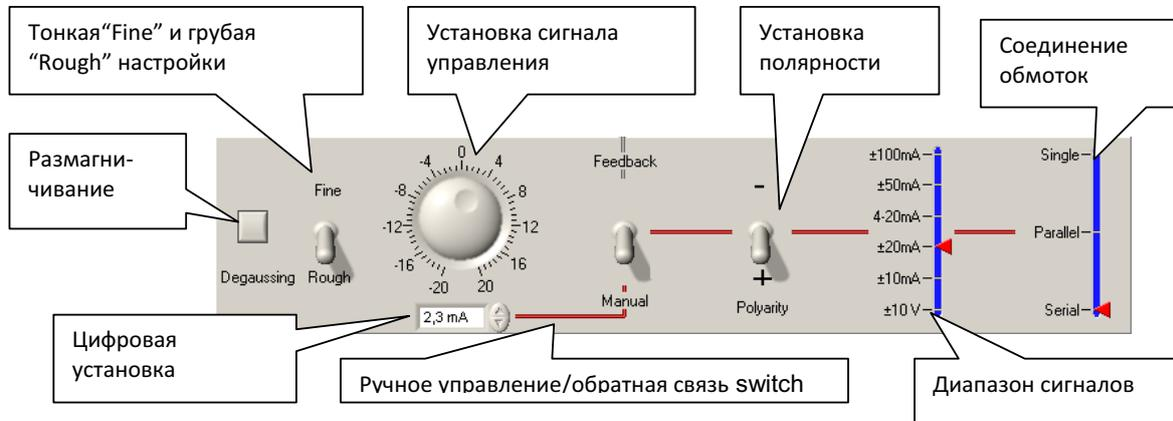

Рис. 23. Панель управления клапаном.
3. Сигналы управления, Degaussing Button, грубая/тонкая настройки, обратная связь/ ручное управление, полярность, диапазон сигналов и соединение обмоток (Рис. 23).
4. Установите переключатель Ручное управление/обратная связь на Manual и задайте соответствующие полярность, диапазон сигналов управления и способ соединения обмоток сервоклапана (Рис. 23). Для сервоклапанов с встроенной электроникой соединение обмоток должно быть установлено на Parallel.
13. Регулятором сигналов управления (Рис. 23) задайте сигнал управления. Датчики (Рис. 24, Рис. 25) станут показывать реакцию клапана на сигнал. Вы увидите, как перемещается золотник (Рис. 25), если клапан оснащён датчиком положения золотника.
14. Для повышения точности управления переключатель настройки можно перевести в положение "Fine" (Рис. 23).
15. Клавиша "Degaussing" (Рис. 23) служит для запуска и прекращения процесса размагничивания для замера ухода смещения нуля. Регулятором сигналов управления задаётся амплитуда сигнала размагничивания.
16. Переведите переключатель из "Manual" в "Feedback" (Рис. 23), если хотите знать ток смещения нуля. Специальная электроника попытается отследить эту величину, т. е. сигнал управления, при котором перепад давления между полостями равен нулю. Ток смещения нуля покажет датчик сигналов управления (Рис. 25). Пример определения тока смещения нуля показан на